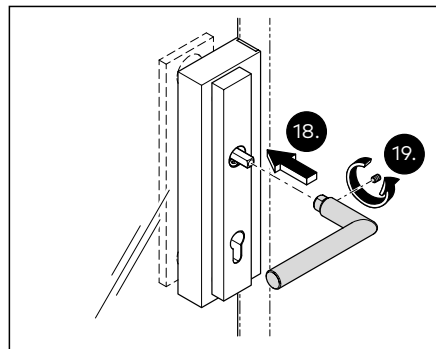

Abb. 21 Den Drücker an der Schlossseite fixieren
18. Den Drücker an der Schlossseite anbringen und hörbar am Vierkantstift einrasten lassen (Abb. 21).